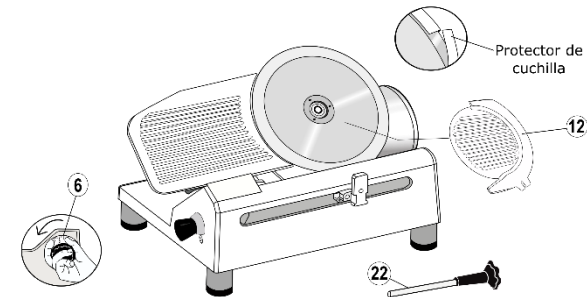

FIG 1. CÓMO QUITAR PROTECTOR DEL DISCO DE-CUCILLA
- 1 Caja Afilador (13)
C.- Saque el ensamble de carro. Haga lo mismo con el ensamble de la base (10) levantándolo con la ayuda de otra persona.
E.- Retire el protector plástico de la orilla de la cuchilla o disco (5) siguiendo las siguientes instrucciones (Ver Fig. 1):
• Gire la Perilla reguladora de corte (6) en contra de las manecillas del reloj hasta que se detenga.
• Quite el plato de protección (12) después de desatornillar la perilla del plato (22) ubicada en la parte posterior.
• Una vez que haya retirado el protector del disco-cuchilla, vuelva a colocar el plato de protección (12) y asegúrelo con la perilla de plato (22). Ajuste la plancha (5) con el regulador de corte (6).